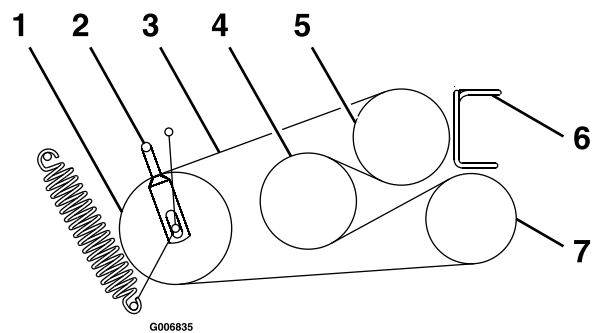

Figura 55
6. Afloje las guías de la correa A y B (Figura 55).
8. Enrute las correas nuevas alrededor de las poleas, según se muestra en Figura 55.